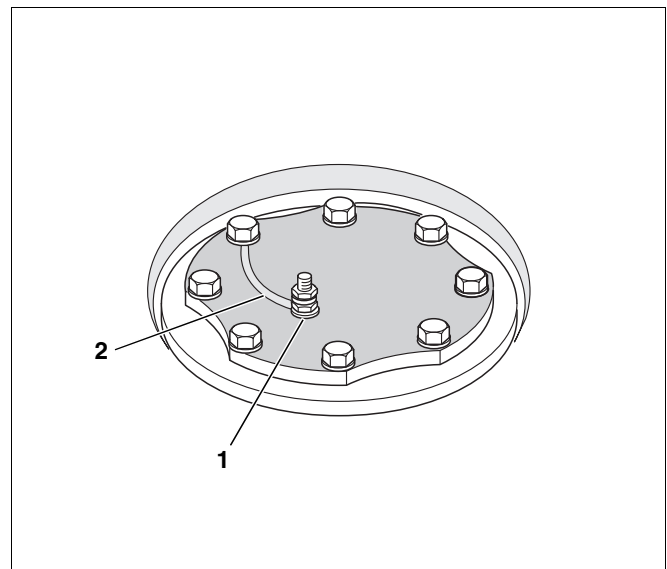

Abb. 5 Anschluss Magnesiumanode
- Prüfen, ob das Erdungskabel (Abb. 5, **Pos. 2**) der Magnesiumanode angeschlossen ist.